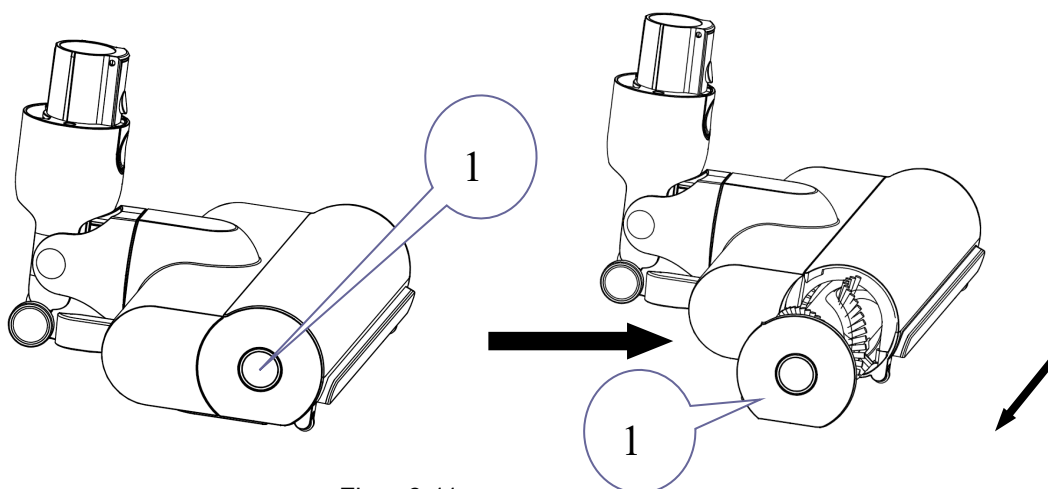

Figur 6-9
6.4 Skub filterskærmen (NO.7) tilbage på støvkoppen, og drej den med uret for at fastgøre den. Sæt HEPA-filteret (NO.6) tilbage på filterskærmen (vær opmærksom på positionspilen for NO.6 og NO.7). Se figur 6-9. Sæt krogen (NO.9) ind i hullet (NO.10), og skub derefter støvkoppen ind i hovedenheden.